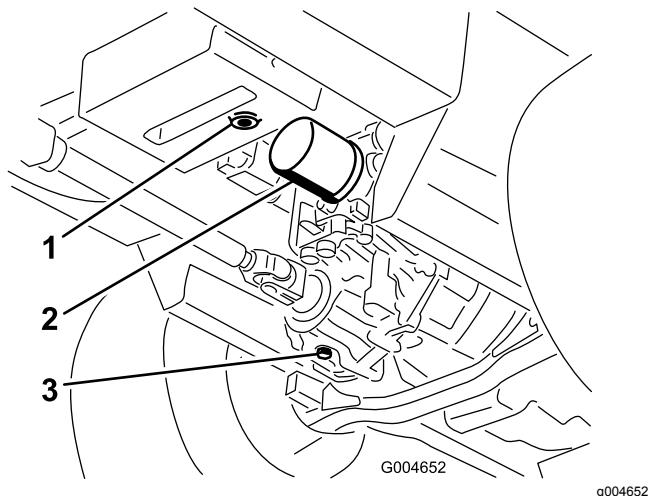

Figura 73
3. Coloque un recipiente grande debajo del depósito de aceite hidráulico y el alojamiento de la transmisión y retire los tapones; deje que se vacíe todo el aceite hidráulico (**Figura 73**).
4. Limpie la zona alrededor del filtro de aceite hidráulico y retire el filtro (Figura 73).